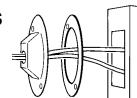

Fig. 2
Paso 1: Coloque los cables de suministro desde la casa a través de la junta obturadora de montaje del portalámparas y a través de la parte posterior de la placa de montaje (Fig. 2).